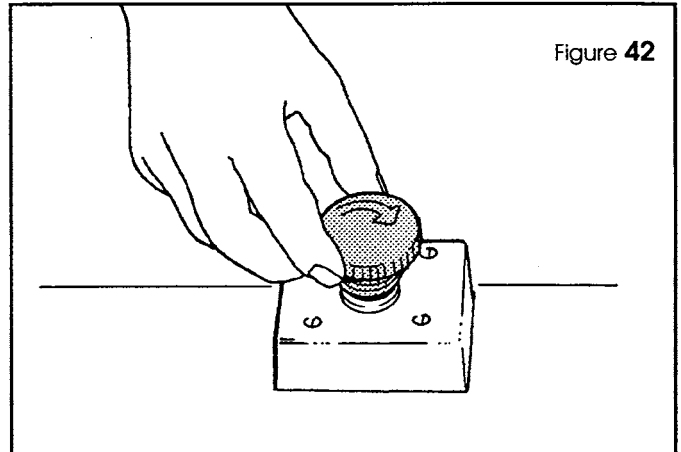

Figure 42
- zet de vergrendelbare noodstopknop vrij door hem in de richting van de wijzers van de klok te draaien (figure 42).